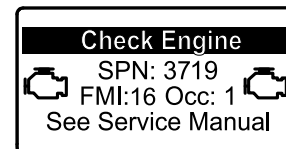

Figure 37
- Si une régénération en stationnement est nécessaire, l'InfoCenter affiche l'avertissement SPN 3719, FMI 16 (Figure 37) et l'ordinateur du moteur réduit la puissance du moteur à 85 %.